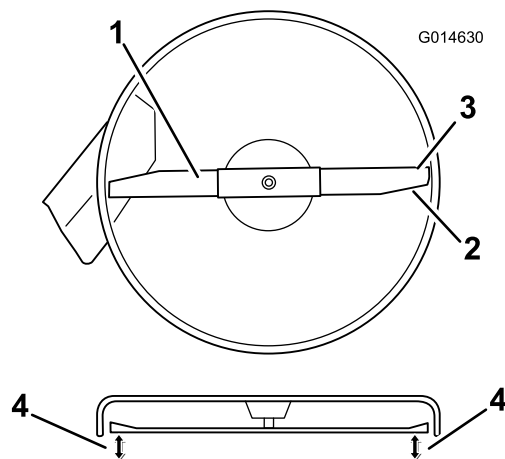

Figura 49
4. Gire cuidadosamente las cuchillas hasta que estén todas orientadas lateralmente (Figura 49)
5. Mida entre los bordes de corte exteriores y la superficie plana (Figura 49). Si hay una diferencia de más de 5 mm (3/16") entre ambas dimensiones, se requiere un ajuste; siga con este procedimiento.